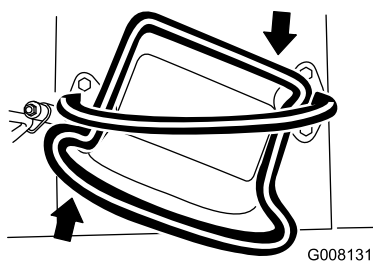

Рисунок 10
- Для того, чтобы повернуть направо, поверните ручку управления тягой по часовой стрелке (Рисунок 10).